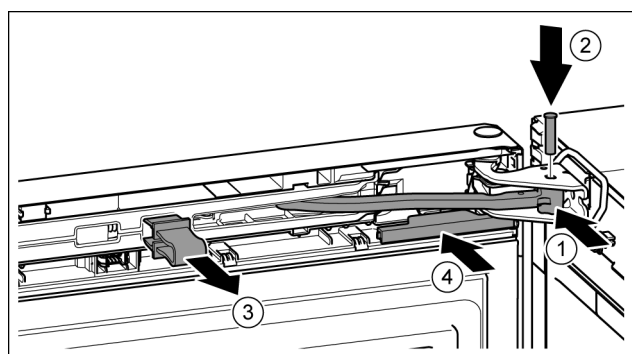

Fig. 22
- ▶ 铰链转入托架。 Fig. 22 (1)
- ▶ 将螺栓插入托架和铰链。同时注意止动凸轮需正确地处于凹槽中。 Fig. 22 (2)
- ▶ 取下保险装置。 Fig. 22 (3)
- ▶ 插入盖板。 Fig. 22 (4)